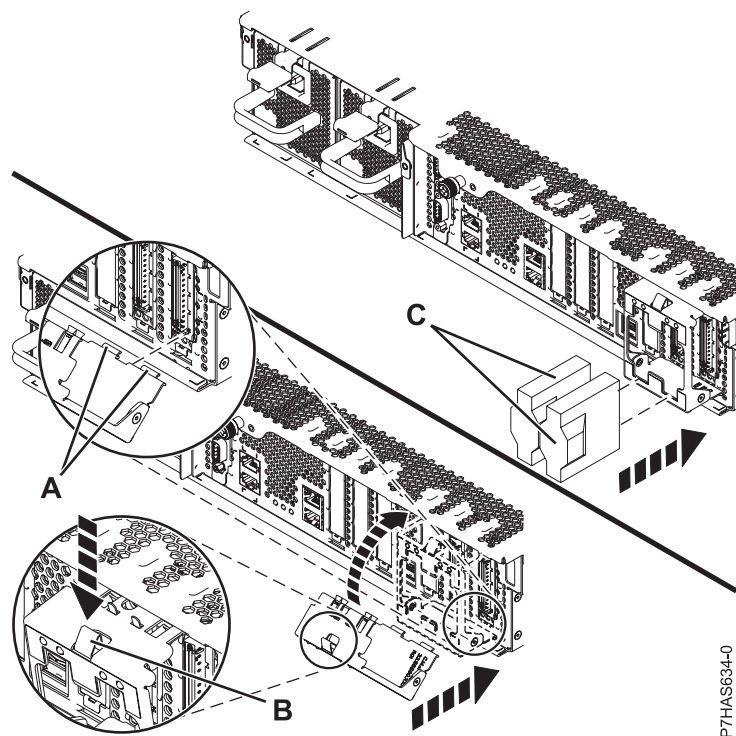

図 13. ケーブル保持ブラケットの取り替え
8. ケーブル保持ブラケット（15 ページの図 13 に示す）が提供されている場合は、以下のステップを実行します。
- a. ケーブル保持ブラケット (A) を 15 ページの図 13 に示されているように斜めにして、ブラケット下部にあるタブをアセンブリーのスロットにはめ込みます。
- b. ケーブル保持ブラケットをシャーシ方向へ回転させ、ブラケット・ファスナー (B) をシャーシの開口部に押し入れてブラケットを固定します。
9. システムの背面から、アダプター・ケーブル (C) を取り付けます。